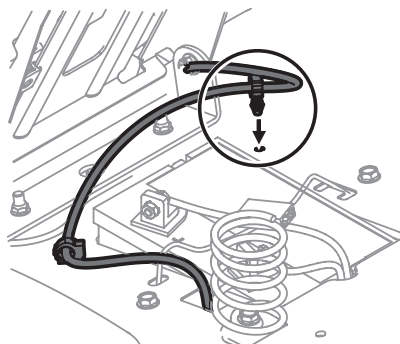

Figure 7
- Faites enclencher l'attache pour retenir l'excédent de fil à l'aile. Voir Figure 7.